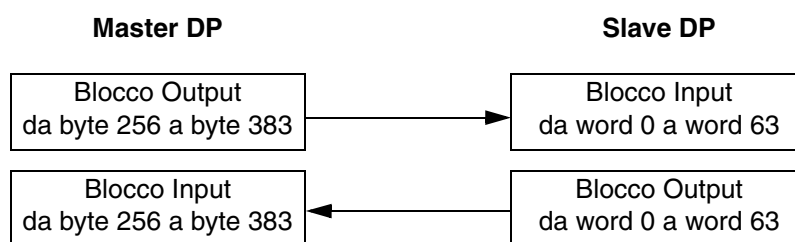

FIG.48: Scambio Master/Slave
- Questo comporta un intervallo compreso tra word 0 e word 63. La FIG.48 illustra questo scambio.
NOTA: La FIG.48 non ha nessun collegamento con il blocco Input e il blocco Output in Graco Gateway. La terminologia utilizzata nella configurazione delle etichette è secondo il punto di vista del PLC (Master DP). Fare riferimento a **Configurazione Graco Gateway** per maggiori informazioni.